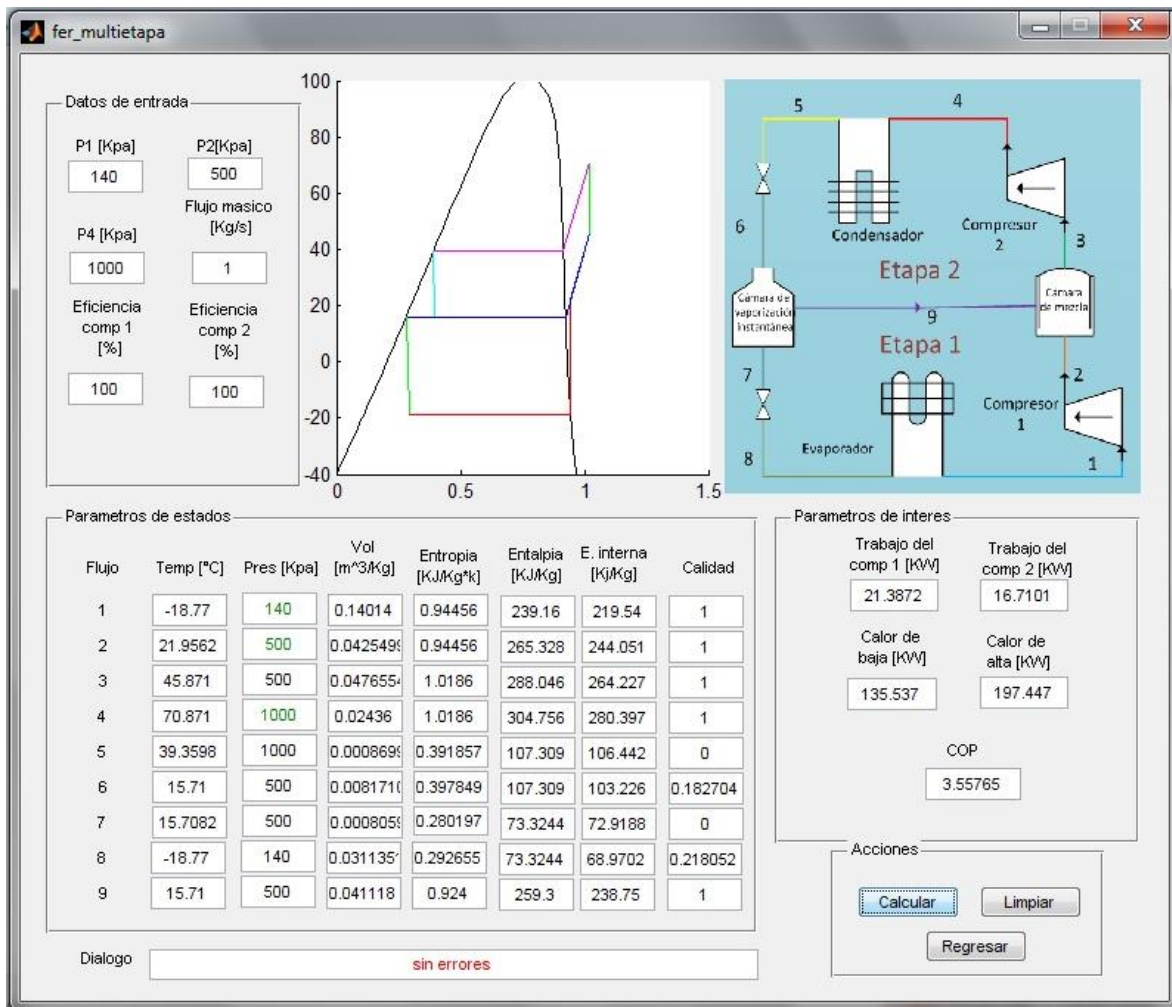

Figura 16. Ventana de resultados de un ciclo de refrigeración multi-etapas.
- A partir de los datos de interés previamente introducido se da clic en Calcular y se obtienen los resultados que se muestran en la figura 16.